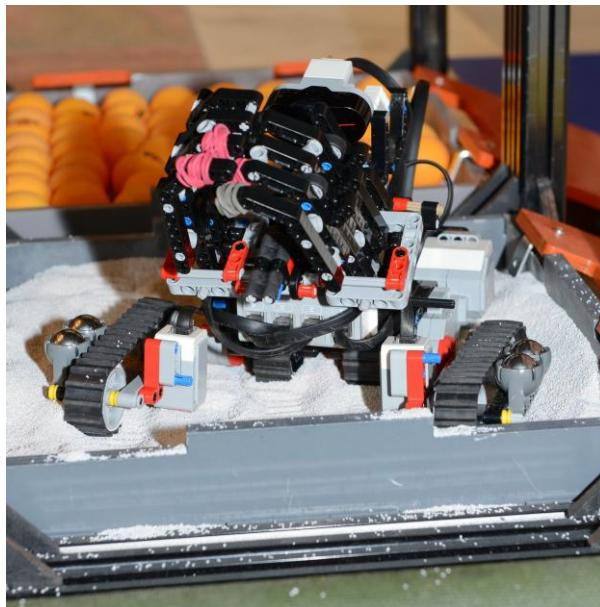

Рисунок 7 - «Песок»
1.5.6. **Песок** – участок, представляющий собой короб, наполненный песком. (рисунок 7). Габариты короба 340x340x40. Высота песчаного слоя колеблется в пределах 10-30 мм.